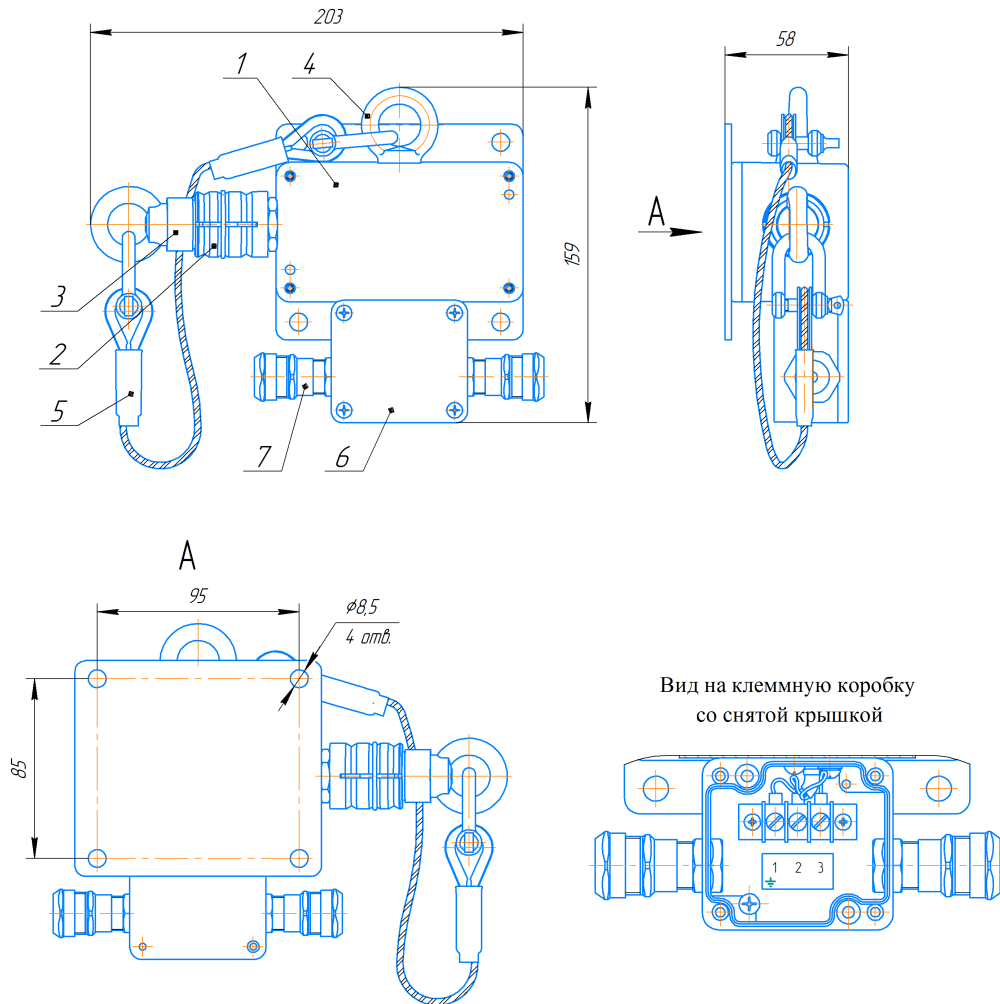

Рисунок1. Габаритный чертеж
В корпусе поз.1 (см. рис.1) расположен герметичный магнитоуправляемый контакт (геркон). Слева от корпуса расположена цапга поз.2, предназначенная для крепления конуса поз.3 с постоянным магнитом. Цапга расположена относительно корпуса таким образом, что, пока в ней находится конус с магнитом, геркон под воздействием магнитного поля находится в состоянии «включено» (цепь между клеммами 1 и 3 замкнута, цепь между клеммами 1 и 2 разомкнута). Чтобы перевести выключатель в состояние «выключено», необходимо выдернуть конус из цапги. При этом цепь между клеммами 1 и 3 размыкается, цепь между клеммами 1 и 2 замыкается.
- 7.5. Величину усилия вдоль оси конуса, приводящего к изменению состояния выхода выключателя, можно регулировать, переставляя кольцо поз.8 (см. рис.1) ближе или дальше от корпуса (цанга поз.2 (см. рис.1) имеет три канавки для установки кольца). Чем дальше от корпуса расположено кольцо, тем большее усилие необходимо приложить к тросу для извлечения конуса из цанги.